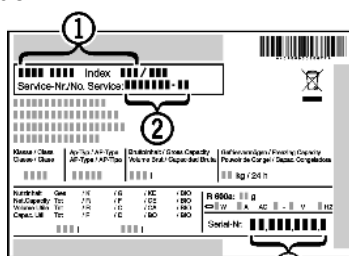

Fig. 37
- ▶ Gerätebezeichnung Fig. 37 (1), Service-Nr. Fig. 37 (2) und Serial-Nr. Fig. 37 (3) vom Typenschild ablesen. Das Typenschild befindet sich an der linken Geräteinnenseite.